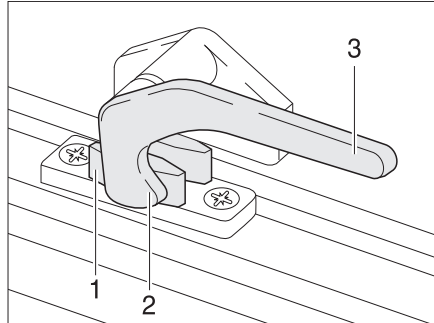

Fig. 65 Palanca de bloqueo en la posición de "cerrado"
- Girar la palanca de bloqueo (Fig. 65,3) un cuarto de vuelta hacia la mitad de la ventana.
- Girar la palanca de bloqueo (Fig. 65,3) un cuarto de vuelta hacia el marco de la ventana. El saliente de bloqueo (Fig. 65,2) se encuentra en la cara interior del bloqueo de la ventana (Fig. 65,1).
- En la posición "cerrada fijamente" (Fig. 65)